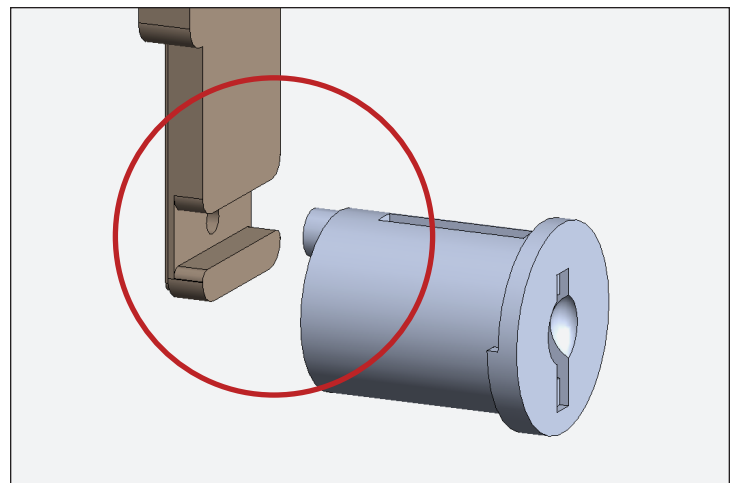

Fig. 3. Muesca de la leva y espiga del cilindro de la cerradura
**ATENCIÓN >** Asegúrese de que la espiga del cilindro de la cerradura esté alineada con la muesca de la leva. Véase la fig. 3.